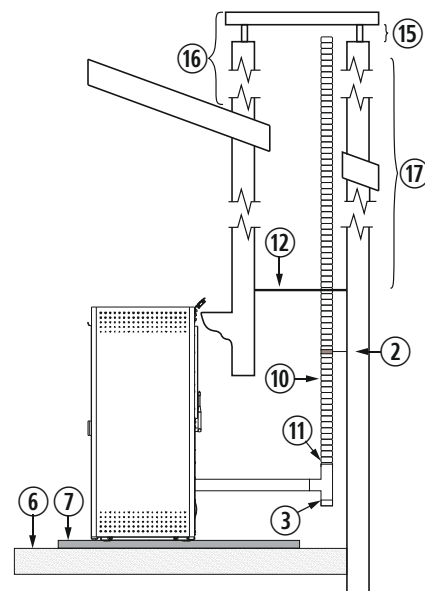

Figura 11
4.28. L'installazione di una stufa ad incasso in un caminetto può essere realizzata in completa totalità in un tubo flessibile, così come è indicato nella figura 11. Dobbiamo prestare speciale attenzione al momento di realizzare l'isolamento tra il caminetto e il tubo di fuoriuscita di gas per evitare possibili arretramenti di gas in caso di tormenta.
②	Collare di fissaggio in acciaio inox.
③	Giunto a "T" a 90° con filtro.
⑥	Pavimento in legno.
⑦	Protezione non infiammabile.
⑩	Tubo in acciaio inossidabile flessibile.
⑪	Manicotto d'unione tra flessibile e rigido.
⑫	Isolante anti -arretramento.
⑮	Minimo 200mm.
⑯	Deve superare di 1 metro il tetto.
⑰	Se superiore a 8m aumentare le dimensioni.